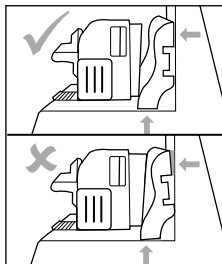

Fig. 9
- ◆ Hold produktet fast med den ene hånd på en bevægelig arm **1**. Hold endvidere fast i bundlisterne, som ikke bevarer en 90°-vinkel efter fastspændingen (se fig. 9).